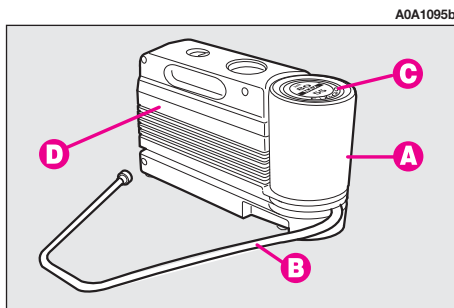

fig. 10
Le kit **fig. 10** est placé dans le coffre à bagages. Dans l'étui du kit de réparation rapide se trouvent aussi le tournevis et le dispositif de tractage.
- une bouteille **A-fig. 10** qui contient le liquide pour sceller, dotée de: